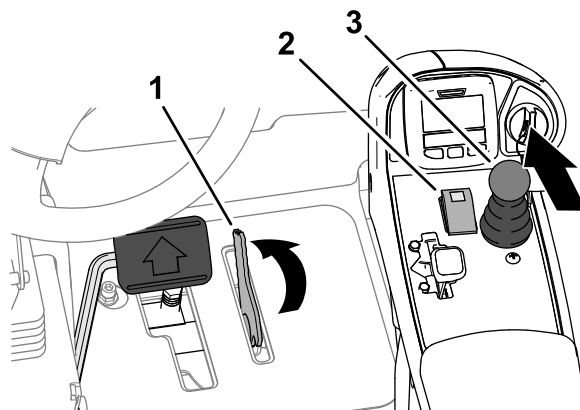

Figure 112
3. Tournez le levier du limiteur de vitesse de tonte-déplacement à la position TONTE (Figure 112).